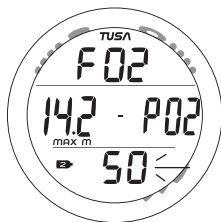

Fig. 37 - SET FO2 GAS 2
**SET FO2 GAS 2**, information includes (Fig. 37):